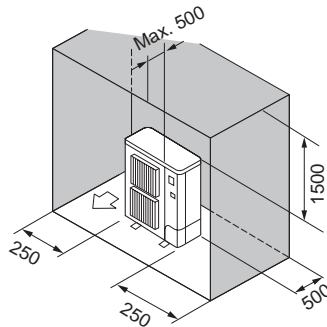

Fig. 2-11
- ⑥ Hindernisse nur auf der Rückseite, beiden Seiten und der Oberseite (Fig. 2-11)